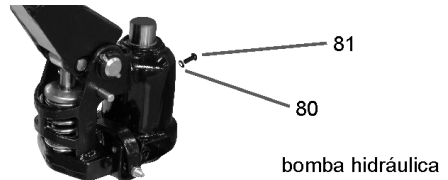

Fig. 10 – Completar o substituir el aceite
- Para el correcto funcionamiento del equipo, utilice en la bomba solamente aceite hidráulico viscosidad ISO VG 32 (aproximadamente 250 ml). Verificar periódicamente el nivel de aceite de la bomba y en caso de necesidad completar el volumen. También recomendamos substituir totalmente el aceite de la bomba a cada 12 meses y en caso de necesidad substituir también los sellos y piezas de desgaste. Para completar o substituir el aceite, remover el perno "81" y o-ring "80", completar el volumen de aceite y recolocar el o-ring "80" y el perno "81" (fig. 10).